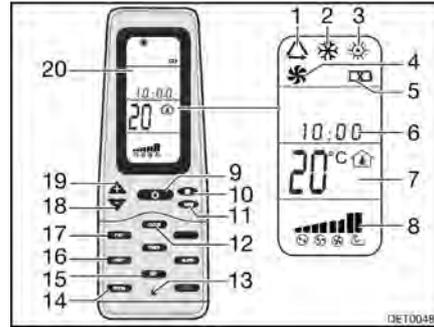

Fig. 126 Télécommande
- Appuyer sur la touche ON/OFF (Fig. 126,9).
- Appuyer sur la touche "Mode" (Fig. 126,11) autant de fois que nécessaire pour que le mode de fonctionnement souhaité (Fig. 126,1, 2, 3 ou 4) s'affiche à l'écran (Fig. 126,20).
- Régler la température désirée à l'aide des touches "+" (Fig. 126,19) et "-" (Fig. 126,18).
- Sélectionner le niveau de ventilation souhaité à l'aide de la touche de vitesse du ventilateur (Fig. 126,10).